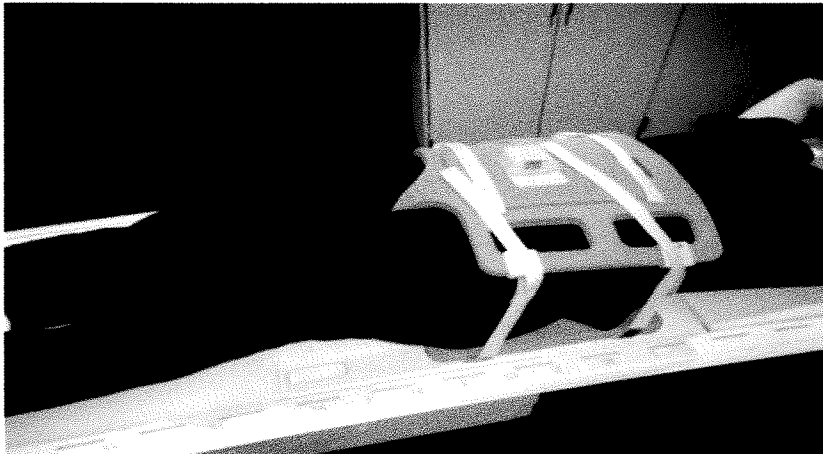

Abbildung 7: Rückenlage. Feet-First-Patient bereit zum Scannen. Die Bohrung befindet sich auf der linken Seite.
- 1) Legen Sie die PROCURE-Spule™ flach aus, wobei die nicht geduldige Seite nach unten und das vordere Ende der Bohrung zugewandt ist (links in Abbildung 7).
- 2) Nachdem Sie die Spule wie in Abbildung 7 dargestellt positioniert haben, verbinden Sie den hinteren Kabelstecker mit der hinteren Spulenbuchse. Bewegen Sie die Spule so, dass das Kabel an den entsprechenden Anschluss des MRT-Scanners angeschlossen werden kann. **SCHLIESSEN SIE DEN C A B L E N I C H T A N D E N S C A N N E R A N.**